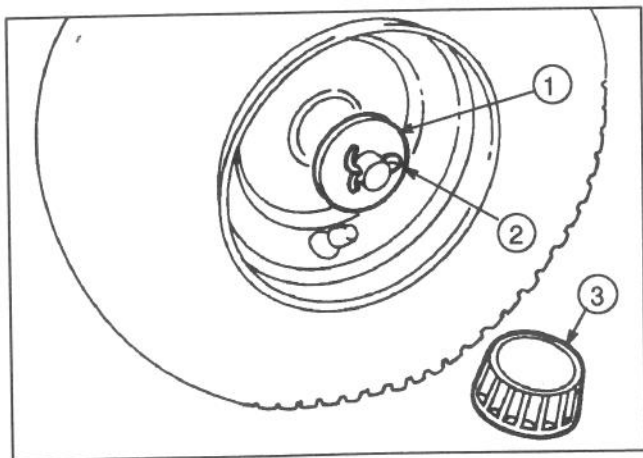

Abbildung 1
2. Die Flachscheibe auf die Achse schieben, den Splint einsetzen und dessen Ende mit einer Zange umbiegen (Abb. 1).